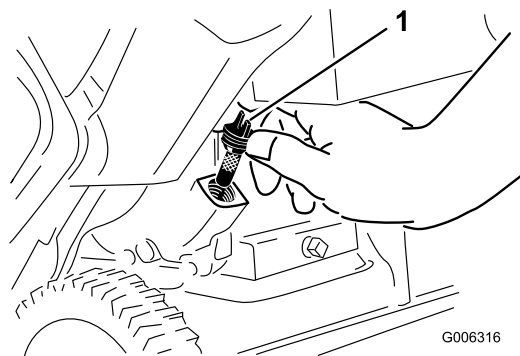

Figure 31
7. Dévissez et retirez le bouchon de remplissage (Figure 31).
6. Nettoyez la surface autour du bouchon de remplissage (Figure 31).